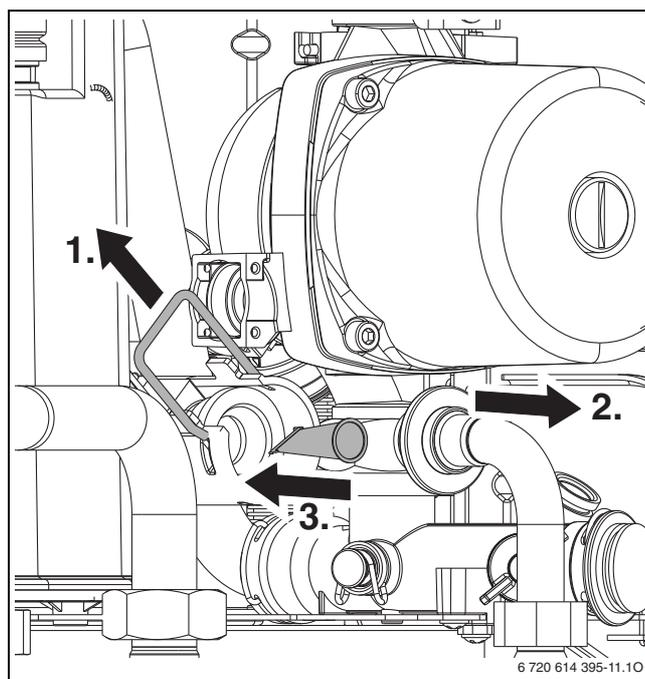

Fig. 46
- ▶ Rimuovere il tappo di chiusura dalla presa di analisi dei combusti (→ fig.46, [1]).
- ▶ Verificare la presenza di eventuali impurità sul filtro d'ingresso (→ Fig. 46 ).